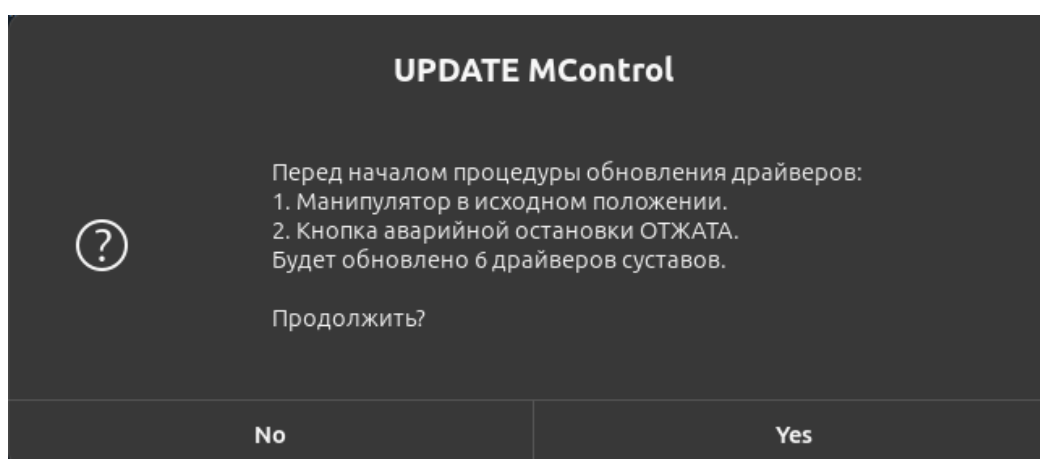

Рисунок II-75 – Предупреждение
- «Gadget», «Driver» – отобразится предупреждение «Перед началом процедуры обновления драйверов: 1) Манипулятор в исходном положении. 2) Кнопка аварийной остановки ОТЖАТА. Будет обновлено ... драйверов суставов. Продолжить?» (см. Рисунок II-75);